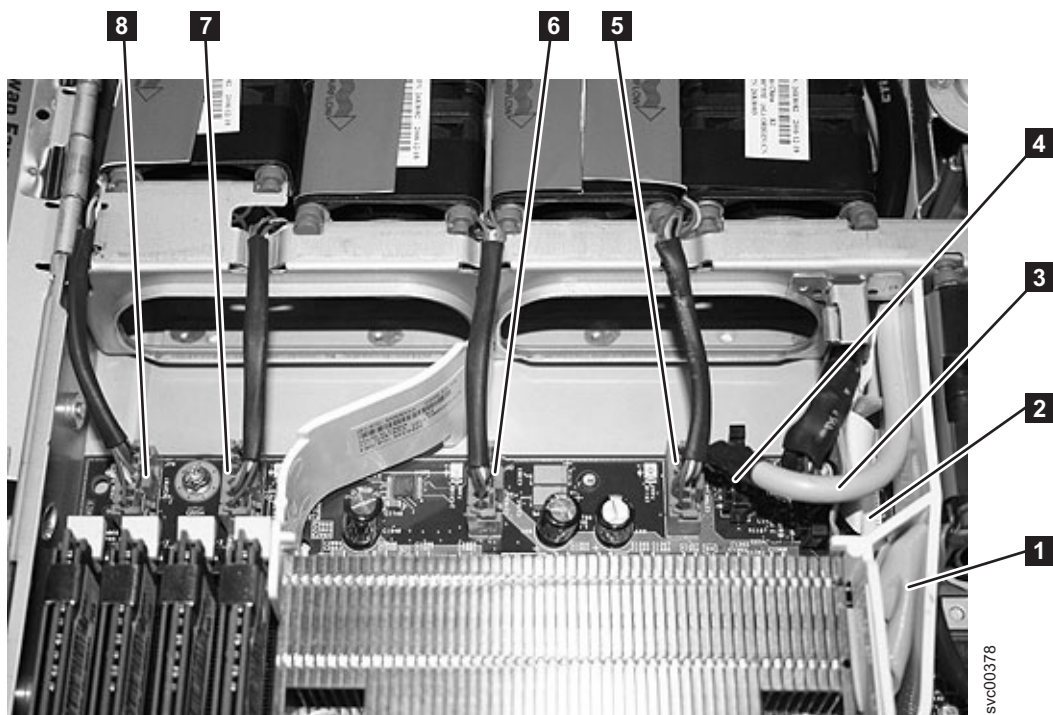

図 283. SAN ポリユーム・コントローラ 2145-8G4 システム・ボードの右前面のコネクタ
9. システム・ボードからコネクタを切り離します (図 283 を参照)。システム・ボードの前面右側から、以下を取り外します。